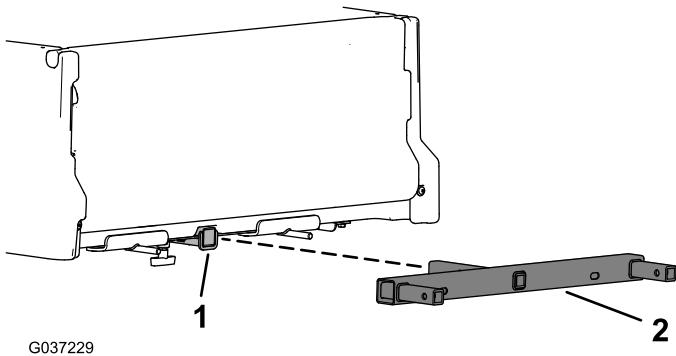

Рисунок 6
6. Вставьте раму бака для мусора в трубу приемного устройства автомобиля (Рисунок 6).
Внимание: Убедитесь, что пазы под пальцы выносных упоров выровнены, как показано на Рисунок 6.